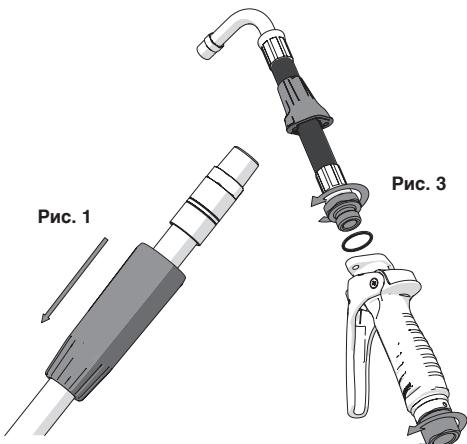

Рис. 3
- Чтобы подключить пистолет к сети, следует закрепить корпус пистолета и конец шланга и при этом поворачивать свободный конец поворотного соединения вплоть до достижения необходимого крутящего момента (рис. 3).